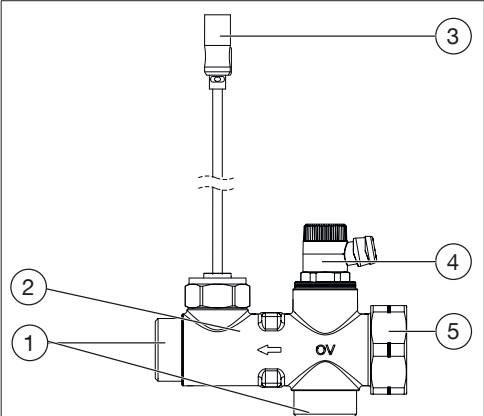

Fig. 1: Structură
- Desfaceți piulițele olandeze (vezi fig. 1 (1)) ale senzorului de debit și demontați senzorul de pe țevă.
i	Dacă există și un modul de recirculare ACM, înlăturați capacul de închidere (vezi fig. 1 (5)).
- Inserați garniturile aferente în piulițele olandeze (vezi fig. 1 (1)) și strângeți-le bine (aplicați un cuplu de 45 Nm).